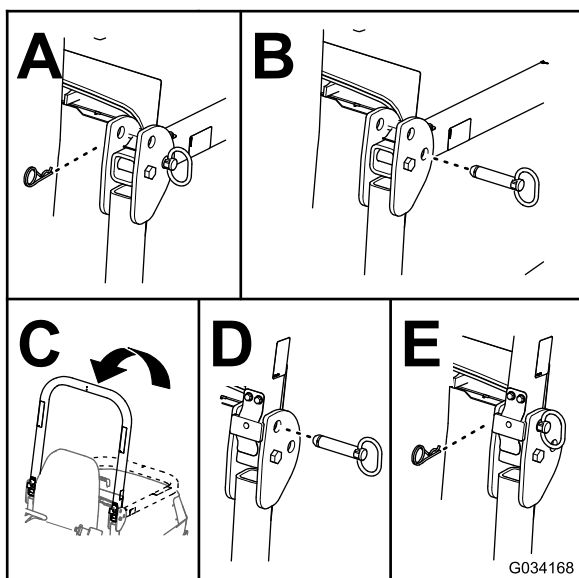

Figura 34
2. Remova os pernos de gancho e os pinos da barra de segurança (Figura 34).
3. Eleve a barra de segurança e prenda-a no sítio com os pinos e os pernos de gancho (Figura 34).